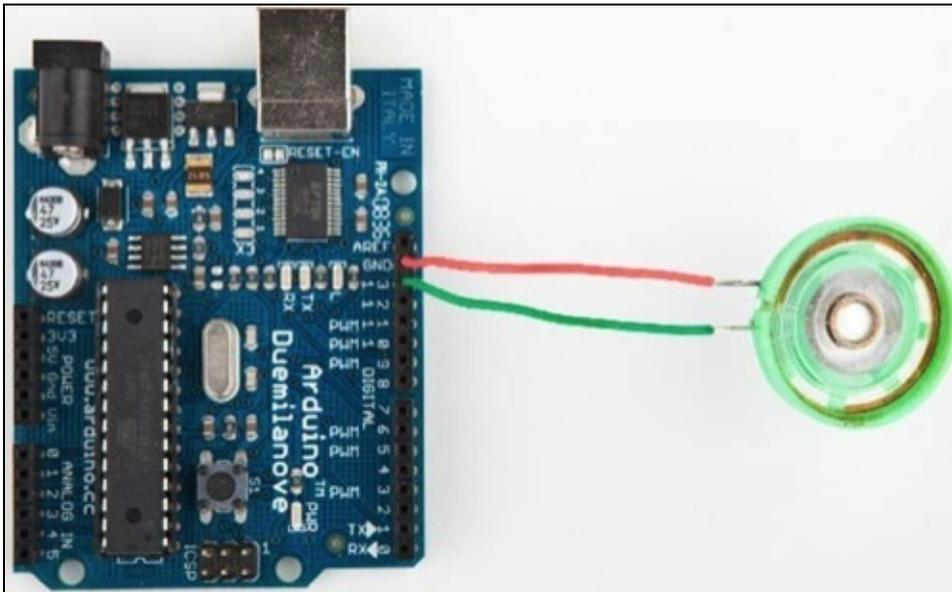

Figura 4.3 Collegare un altoparlante alla scheda Arduino è facile.
- L'accensione dei led produce un effetto interessante ma il codice Morse è in genere associato alla ricezione di segnali audio. Sostituite il led con un altoparlante piezo, di basso costo e semplice da utilizzare. La Figura 4.3 mostra il collegamento di un altoparlante alla scheda Arduino. Gli altoparlanti hanno un pin di massa e un pin di segnale: collegate tra loro i pin di massa dell'altoparlante e di Arduino, mentre il pin di segnale dell'altoparlante deve essere collegato al pin 13 della scheda. Sostituite il metodo `output_symbol()` con le istruzioni qui riportate: